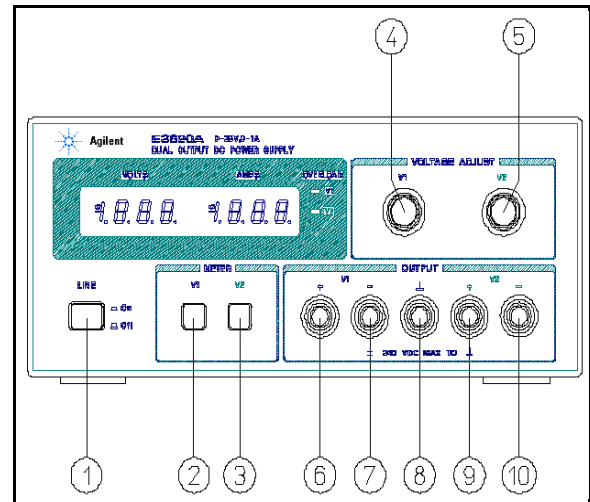

図 2. フロント・パネルの
本装置を「オン」にするには、「ライン」プッシュ・ボタン・スイッチ (⑩、図 2) を押します。「オフ」にするにはそのスイッチを離します (またはアウトの位置)。
次のステップでは、図 2 に示されたモデル E3620A のフロント・パネル・コントロールの使用方を説明し、電源装置が動作するかを簡単にチェックします。本装置を受け取ってしてロード装置に接続するときには、このチェックアウト・プロシジャまたはサービス情報セクションの詳細な性能テストに従って行います。問題がなければ、サービス情報セクションに記載されている詳細な性能テストを開始します。